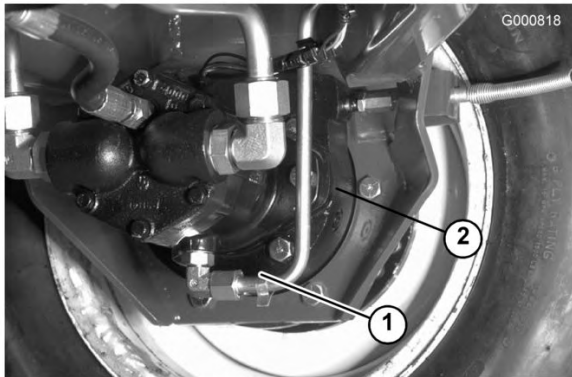

Bild 67
3. Entfernen Sie beide Schrauben von der Unterseite des Kurbelgehäuses und lassen Sie das Öl (Bild 67) ab.